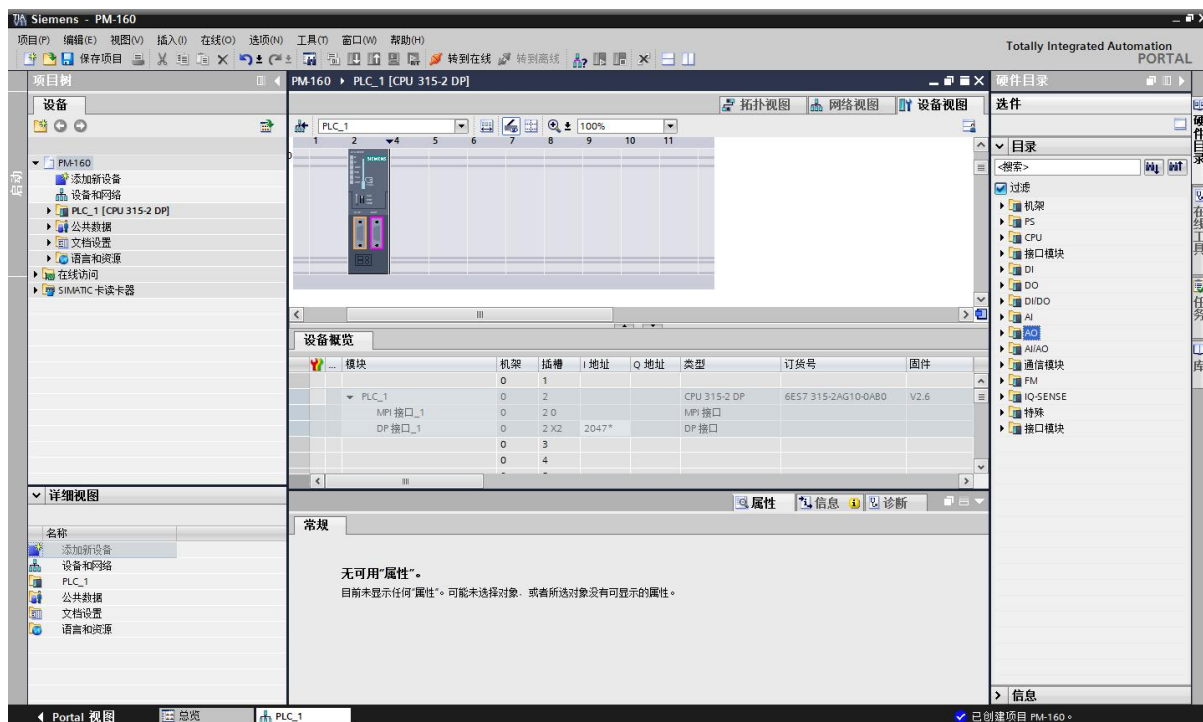

图 4 CPU 在硬件组态界面的显示
- 1.2 创建完成后点击“组态设备”，进入新的界面后点击左侧添加新设备，如图 2 所示；在设备选择菜单中选择 PLC 设备型号，以 S7-300 为例，设定 CPU 的类型，选择对应的订货号，PLC > SIMATIC S7 -300 > CPU > CPU 315-2DP > 6ES7 315-2AG10-0AB，如图 3 所示；点击右下角“添加”，CPU 在硬件组态设备视图界面如图 4 所示：